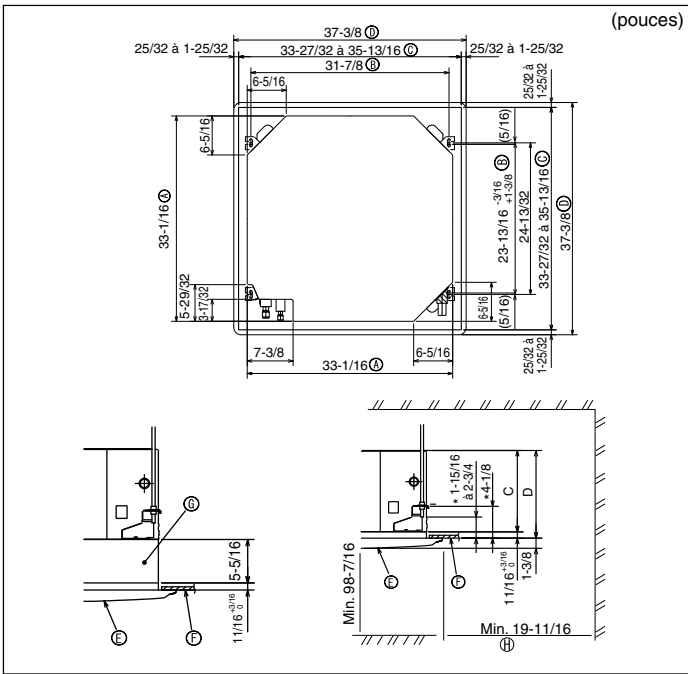

Fig. 3-2
④	Courroie	8
⑤	Vis avec rondelle (M5 × 25) pour monter la grille	4
⑥	Prise d'écoulement	1
⑦	Isolation	1
3.2. Ouvertures dans le plafond et emplacement des boulons de suspension (Fig. 3-2)
- * Les dimensions de l'ouverture dans le plafond peuvent être définies au sein de la plage indiquée dans la Fig. 3-2 ; centrer l'appareil principal par rapport à l'ouverture dans le plafond, en veillant à la symétrie de chaque côté par rapport à l'orifice.
- ① Partie extérieure de l'appareil principal
- ② Ecartement entre les boulons
- ③ Ouverture dans le plafond
- ④ Partie extérieure de la grille
- ⑤ Grille
- ⑥ Plafond
- ⑦ Boîtier multifonctions (optionnel)